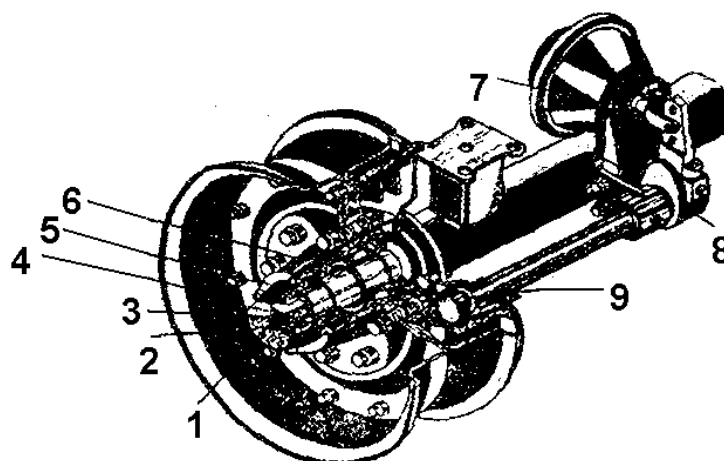

Рис. 8. Ось с колесами и тормозами.
4.5. **Ось с колесами и тормозами** (рис.8). Балки осей выполнены сварной конструкции из труб, с обоих торцов которых вварены цапфы. Колеса дисковые модели 152F-
Регулировка подшипников ступиц колес (см.рис.8) производится при наличии люфта в подшипниках или при тугой затяжке подшипников.
4.6.1. Регулировка тормозов колес (см.рис.8) производится через 240 часов, а при необходимости и раньше.